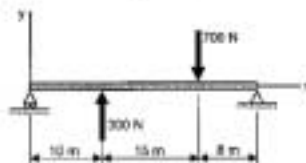

Figura 2.
**PROBLEMA 2.-** Para la viga mostrada en la Figura 2, obtener los diagramas de esfuerzos cortantes y de momentos flexores